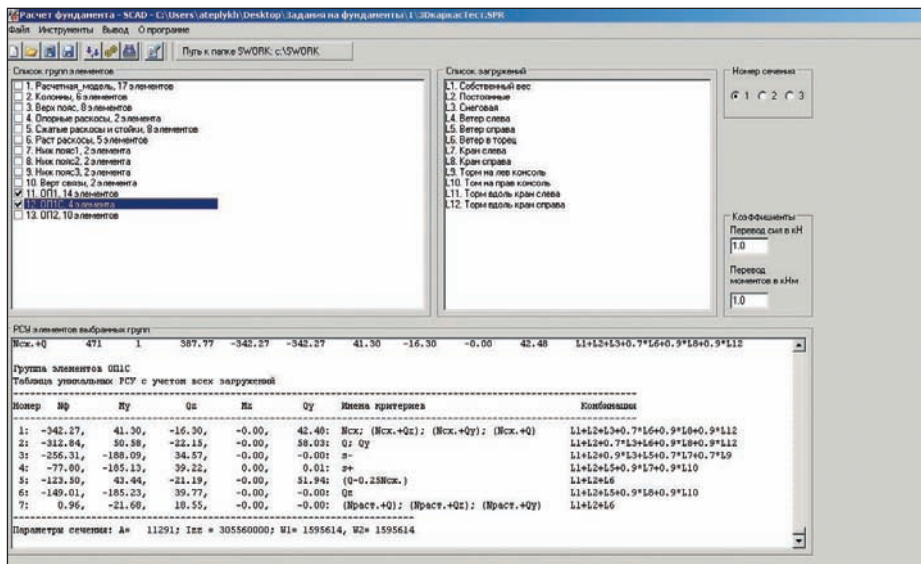

Рис. 10. Окно утилиты формирования заданий на фундаменты
- С помощью утилиты подготовки задания на фундаменты, работающей в связке со SCAD через API, на основе РСУ трехмерной модели SCAD выполняются подготовка задания на фундаменты и расчет опорных узлов в режиме сквозного проектирования (рис. 10). Следует отметить, что утилита формирования заданий на фундаменты является универсальной и может работать с любой моделью SCAD. Результатом работы утилиты являются таблицы нагрузок на фундаменты, рассчитанные опорные узлы, схемы привязки и параметры фундаментных болтов.